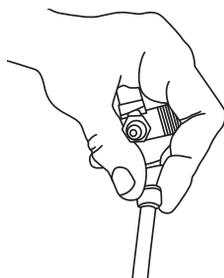

Рис. 6
- 5.4.2. Наденьте на трубку подачи воды в систему металлическую поджимную гайку крана-врезки резьбой наружу (Рис. 6).